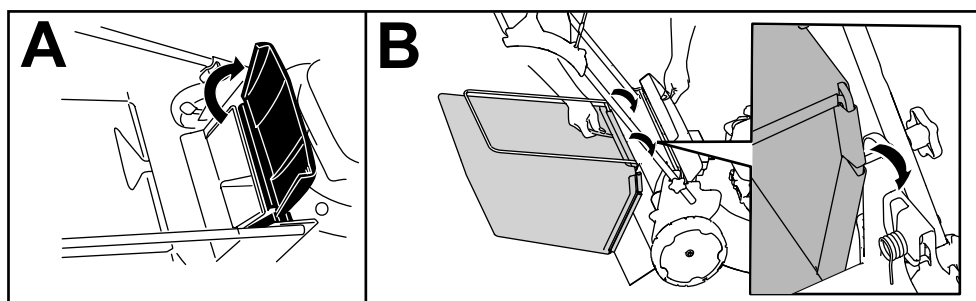

Figura 20
1. Levante y sujete el deflector trasero (Figura 20, A).
2. Instale la bolsa de recogida, asegurándose de que los pasadores de la bolsa descansan en las muescas del soporte del manillar (Figura 20, B).